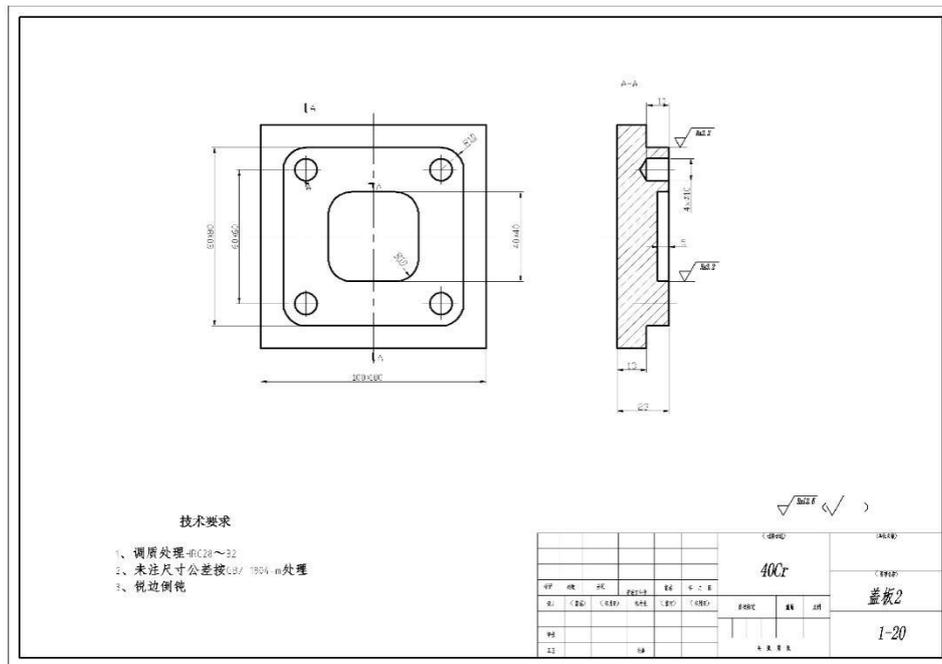

图 1-1-20 盖板 2
(1) 任务描述：根据提供的实物，手工测绘机械零件——盖板 2。零件照片见图 1-1-20。